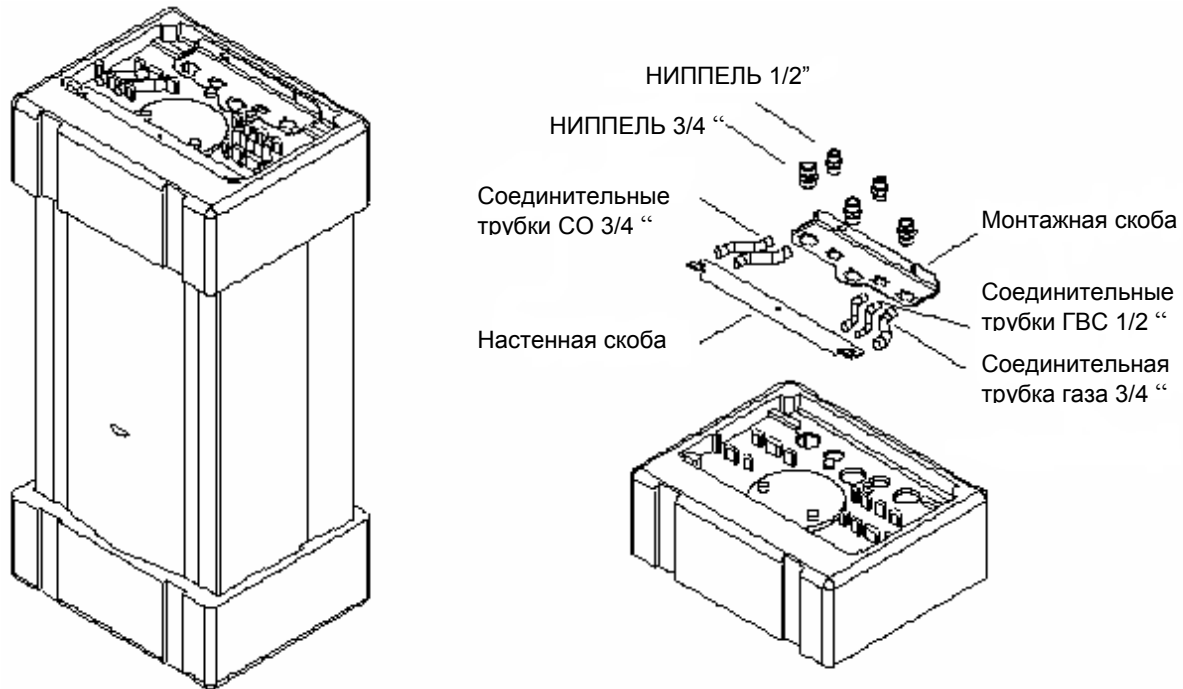

Рисунок 2
- Аппарат размерами 867х522х422 (Высота х Ширина х Длина) мм транспортируется помещенным в коробку виде, поддерживаемым сверху и снизу страфорами (Рис. 2а)
На Рис.2 показан монтажный набор. Части находящиеся в данном наборе нижеследующие: